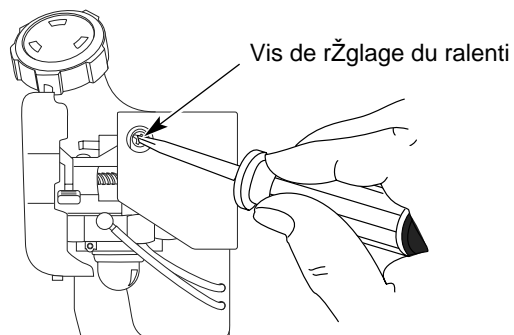

Fig. 61
La vitesse de ralenti du moteur est réglable à l'aide d'une vis de réglage accessible par un trou situé sur le dessus du couvercle du moteur (Fig. 61).
2. Relâchez le levier d'accélérateur et laissez le moteur au ralenti. Si le moteur s'arrête, insérez un petit tournevis à embout cruciforme ou une tige plate dans le trou du couvercle du moteur (Fig. 61). Vissez la vis de réglage de ralenti de 1/8 de tour à la fois (selon le besoin) jusqu'à ce que le moteur tourne au ralenti.